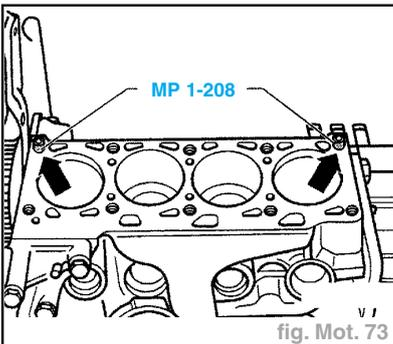

fig. Mot. 73
- Pour centrer la culasse visser les axes de guidage de MP 1-208 dans les alésages arrière pour les vis de culasse (flèches) (fig. Mot. 73).